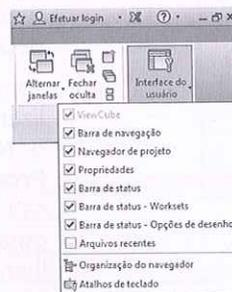

Figura 2.19 – Botões para habilitar as janelas da tela.
7. Agora, para abrir o **Navegador de projeto (Project Browser)** e a janela **Propriedades** novamente, clique na aba **Vista**, selecione **Interface do usuário** e habilite as caixas de **Navegador de projeto** e de **Propriedades**, como apresenta a Figura 2.19.